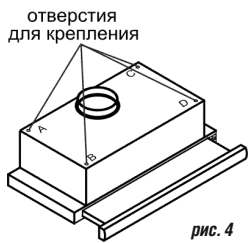
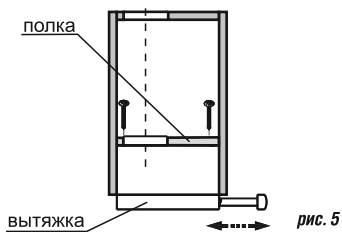

рис. 4
рис. 5
- 6.2 Крепление кухонной вытяжки к верхней полке над плитой (рис. 4, рис. 5):
- вырежьте дополнительное отверстие в полке шкафа (рис. 5) для воздуховода при работе в режиме «вытяжки» и для свободного прохождения воздуха при работе в режиме «рециркуляции»;
8.3 Для очистки алюминиевого фильтра извлеките его из вытяжки (рис.4). Произведите очистку фильтра с помощью щетки горячим водным раствором нейтрального моющего средства вручную или в посудомоечной машине (при 60°C). **Сильно загрязненный фильтр не следует мыть в посудомоечной машине вместе с посудой. Старайтесь не гнуть фильтр при мойке.** Возможное изменение цвета фильтра, с течением времени, не приводит к снижению эффективности его действия.
- снимите алюминиевый фильтр (рис. 4);